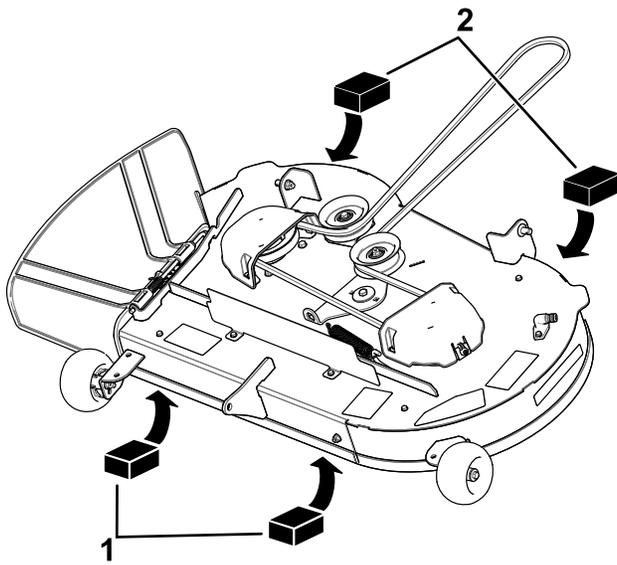
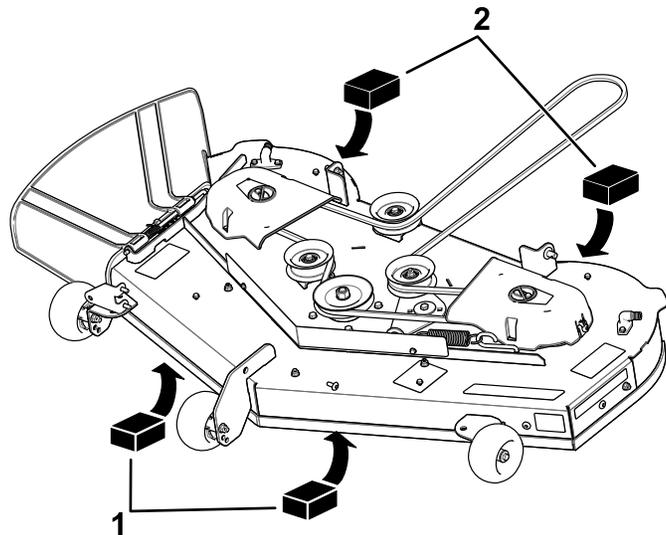

Figura 68
Figura 69
4. Coloque 2 bloques de 6,6 cm de grosor debajo de cada lado del borde delantero de la carcasa, pero no debajo de los soportes de los rodillos protectores del césped (Figura 68 o Figura 69)
5. Coloque 2 bloques de 7,3 cm de grosor debajo del borde trasero del faldón de la carcasa de corte, 1 en cada lado de la carcasa de corte (Figura 68 o Figura 69).